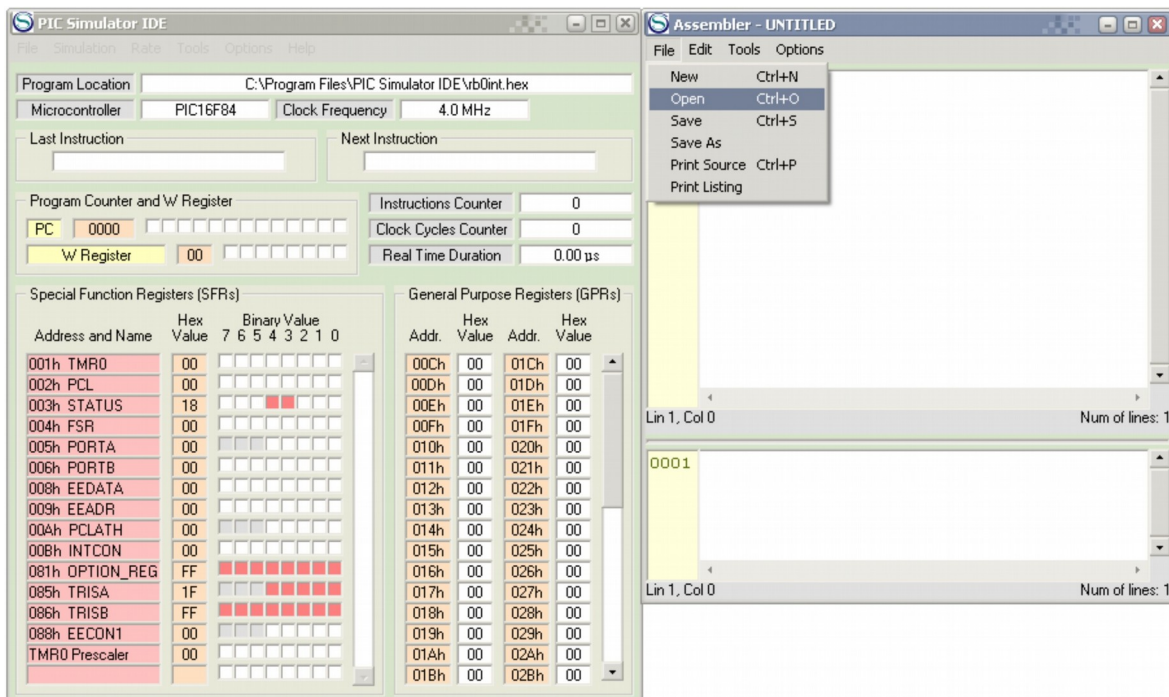

Рис. 3
2. У вікні Assembler натисніть опцію File. Розкриється закладка (рис. 3), з якої для створення нового файлу потрібно натиснути New, а для завантаження вже створеного – OPEN.